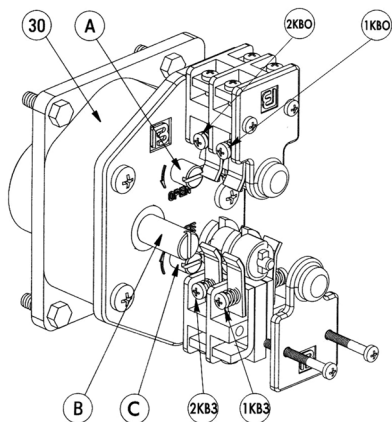

Рис. 2 Ограничитель хода выходного вала
**Ограничитель хода выходного вала** состоит из редуктора (30) (рис. 2) и роторного механизма микровыключателей.